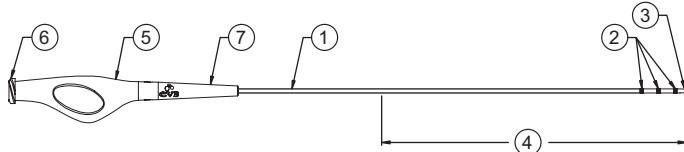

Figura 1. Cateter de suporte TrailBlazer
Conforme ilustrado na Figura 1, o eixo distal do cateter possui 3 marcadores radiopacos (2) que ajudam no posicionamento do cateter. A porção distal de 40 cm do cateter (4) possui um revestimento hidrofílico. O lúmen proximal (6) começa no interior do distribuidor (5), passa pelo eixo do cateter e termina na ponta distal. Esse lúmen é utilizado para passar o cateter sobre um fio-guia. Os diâmetros máximos dos fios-guia compatíveis são enumerados nas especificações da Tabela 1. O tamanho e o comprimento do fio-guia do cateter estão impressos no dispositivo de alívio da tensão (7).